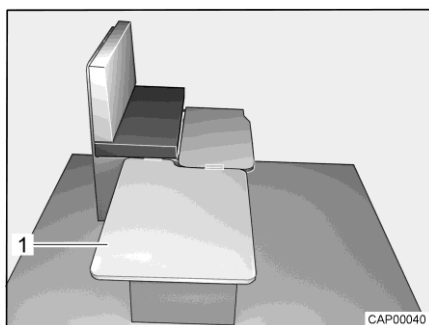

Bild 49 Under ombyggnaden
- Häng på stödplatta (Bild 49,1) sidledes på sittbänken och lägg på bordet.